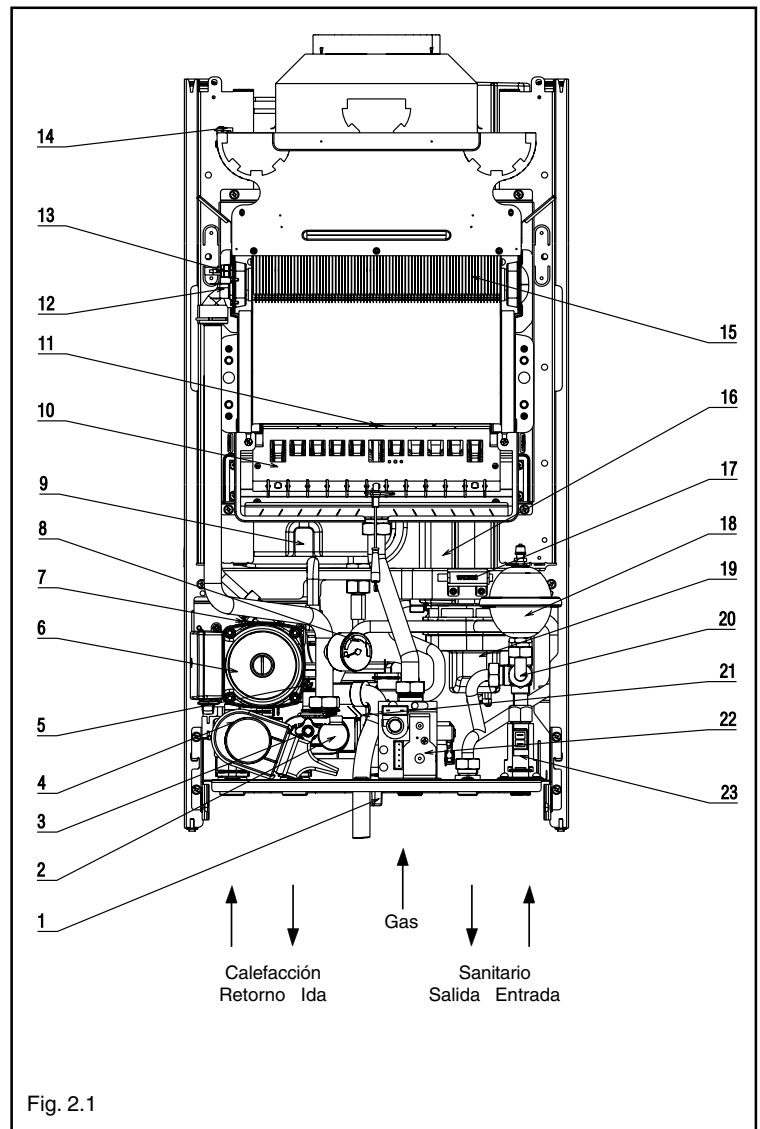

Fig. 2.1
La caldera está equipada con un sistema de control de la correcta evacuación de los productos de la combustión "termostato humos" (13) (fig. 2.1) que, en caso de anomalía interrumpe inmediatamente el funcionamiento del aparato. Para restablecer el funcionamiento de la caldera pulsar el interruptor .